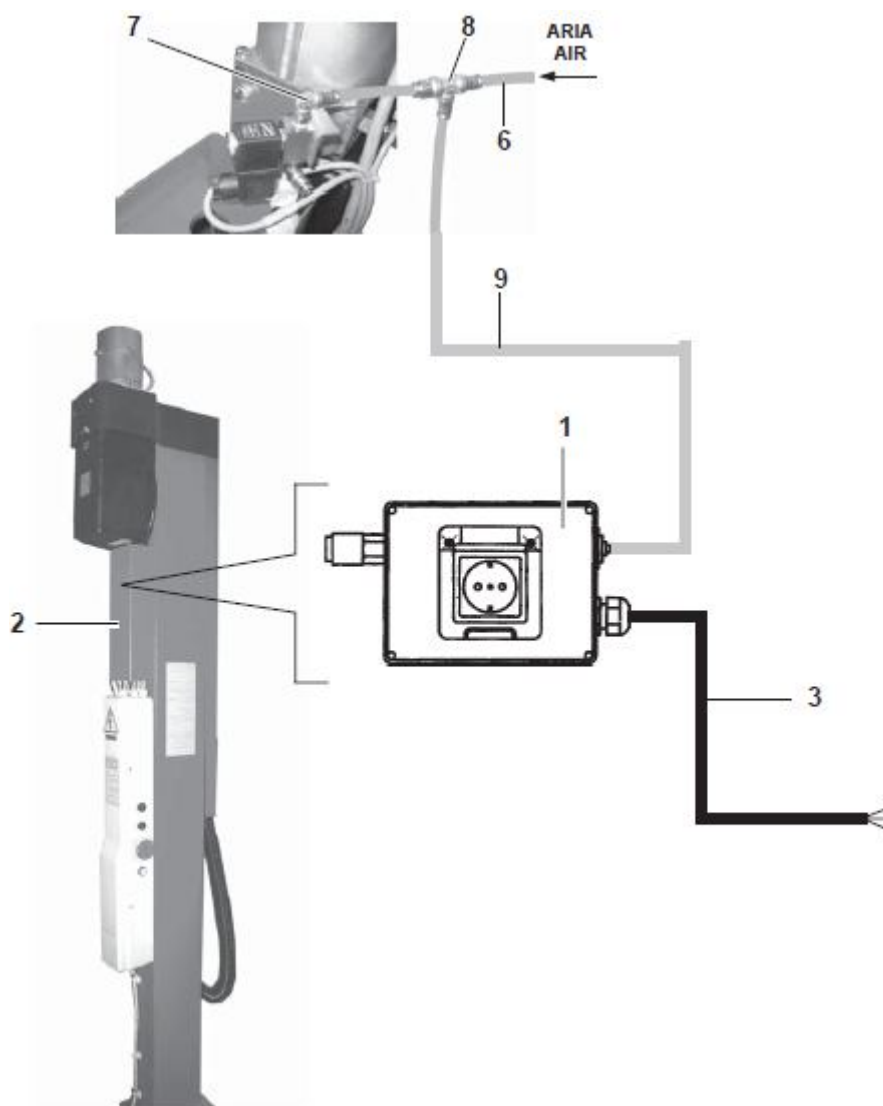

Рисунок 35
Закрепите блок (1 Рис. 35) из комплекта электропитания + воздуховод на ограничителе корпуса (2) с помощью специальных винтов;